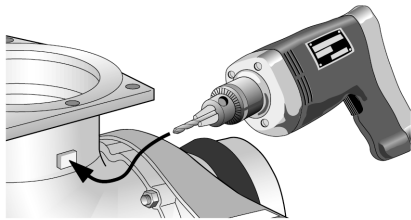

Fig.16
- a)  $\Phi 7.5$  の穴を開けてください。(Fig.16)